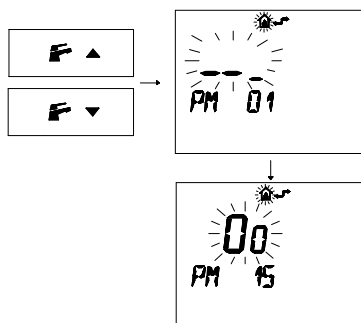

Figura 5.58
- Premere i pulsanti  o  per visualizzare la programmazione "PM15" abilitazione della sonda esterna (Figura 5.58)